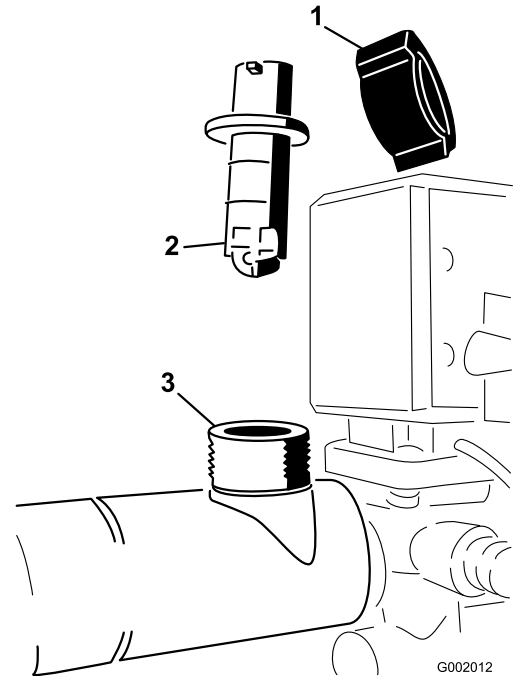

図 72
2. フローメータのボディーについているリテーナ・キャップを取る（図 72）。